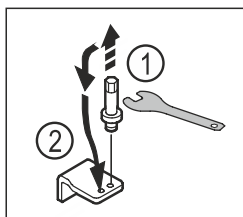

Fig. 14
- ▶ Отвийте болта на долната лагерна стойка с външен шесткантов ключ SW5. Fig. 14 (1)
- ▶ Поставете болта от другата страна. Fig. 14 (2)